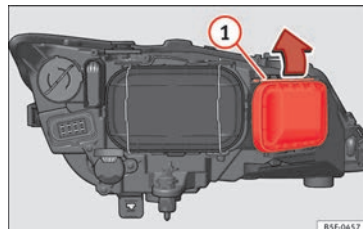

Fig. 210 Ampoule des feux de route.
- Déplacez le tirant » **fig. 210** (1) dans le sens de la flèche puis retirez le cache.